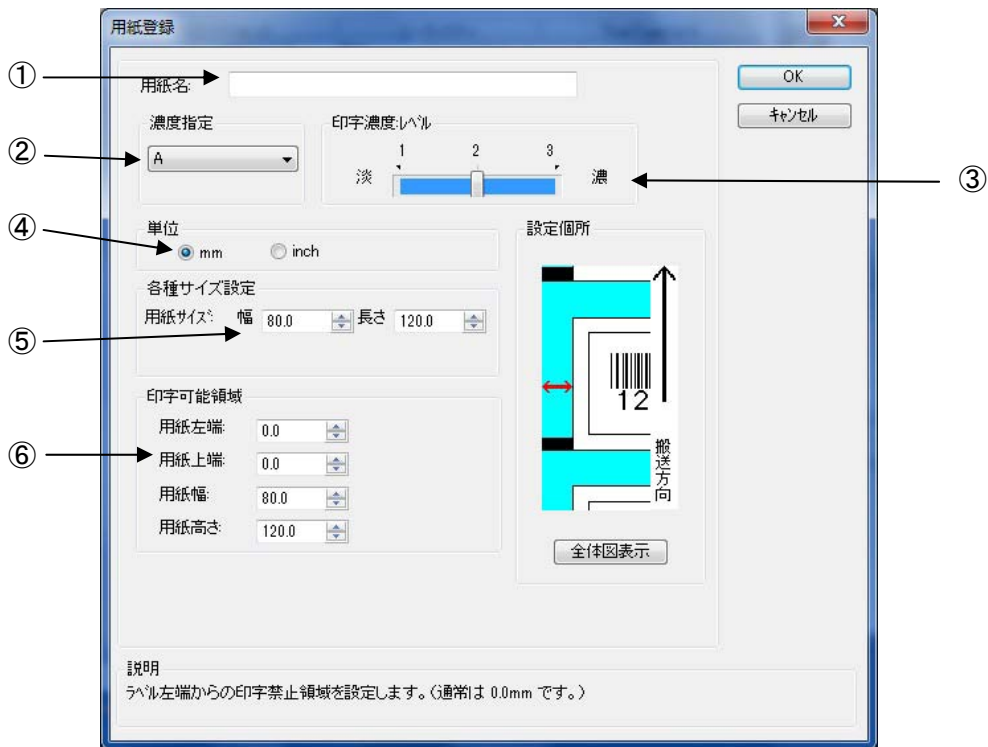
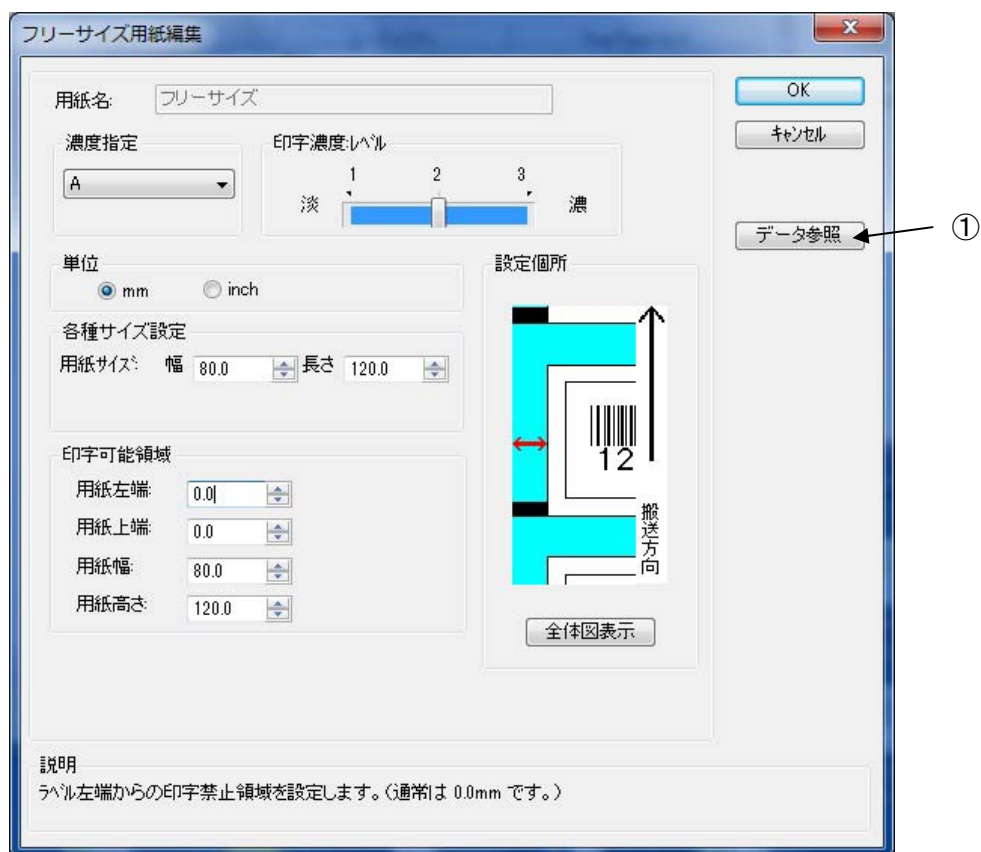

図 1.5.2 用紙登録画面
図 1.5.3 フリーサイズ用紙編集画面
- ①使用する用紙を選択します。使用する用紙が登録されていない場合は⑥「用紙登録」により登録してください。
- ②用紙搬送方向に対する印刷方向を設定します。
- ③印字レイアウトの基点を補正します。通常は0です。
- ④各仕様のプリンタにおける、用紙搬送量を補正します。
- ⑤用紙の基準位置を指定します。通常は40です。
- ⑥「用紙登録」ボタンをクリックすることにより、図 1.5.2 に示す「用紙登録」画面が表示されます。「用紙編集」をクリックした場合は選択された用紙の編集になります。
- ⑦チェックしておくことにより、「用紙登録」を選択した際の初期値に、「用紙名」に表示されている用紙の設定値を適用します（フリーサイズの設定値は適用できません）。
- ⑧「用紙名」に表示されている登録済み用紙を削除します。
- ⑨「フリーサイズ」用紙の編集をします。図 1.5.3 に示す画面が表示されます。
設定内容は、図 1.5.2 と同じになります。